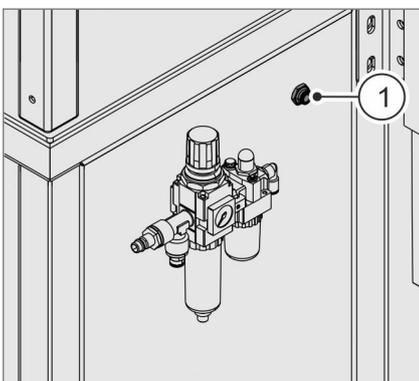

Abb. 29 CO₂-Anschluss
Der Anschluss an eine betreiberseitige CO₂-Gasflasche erfolgt mit Hilfe eines am Steckanschluss **Abb. 29** / ① installierten Schlauchs an der Seite der Abfüllstation.